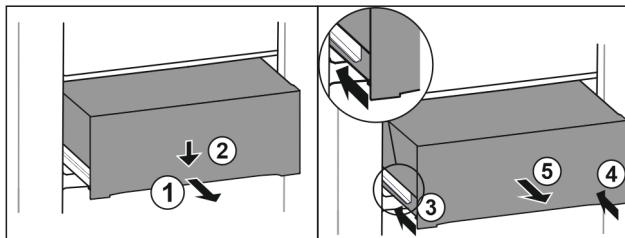

Fig. 215
- ▶ Вытяните выдвижной ящик наполовину. Fig. 215 (1)
- ▶ Вдавите выдвижной ящик в передней части вниз. Fig. 215 (2)
- ▶ Задвиньте левую направляющую прим. на 2 см. Fig. 215 (3)
- ▶ Задвиньте правую направляющую прим. на 2 см. Fig. 215 (4)
- ▶ Извлеките выдвижной ящик движением вперед. Fig. 215 (5)